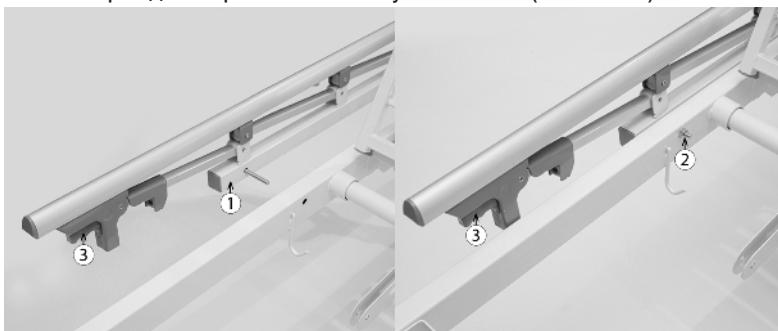

Рис. 8 Схема установки боковых ограждений
15. Закрепите боковое ограждение **(1)** болтом M8x70 и гайкой M8 **(2)** (см. Рис. 8).
16. Сориентируйте ограждения так, чтобы кнопки **(3)** освобождения фиксаторов боковых ограждений располагались у изголовья.(см. Рис. 8)